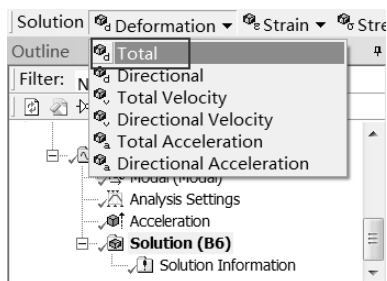

图 7-13 添加变形选项
Step2 : 选择 Solution 工具栏中的 Deformation (变形) Total 命令, 如图 7-13 所示, 此时在分析树中会出现 Total Deformation (总变形) 选项。